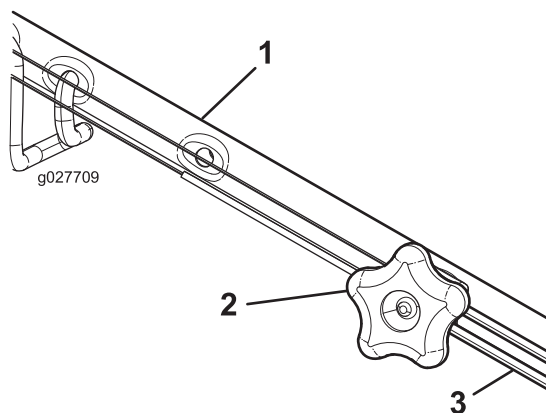

Figure 30
1. Tournez le bouton de réglage dans le sens antihoraire pour desserrer le réglage du câble (Figure 30).
2. Ajustez la tension du câble (Figure 30) en le tirant en arrière ou en le poussant en avant puis en le maintenant à cette position.